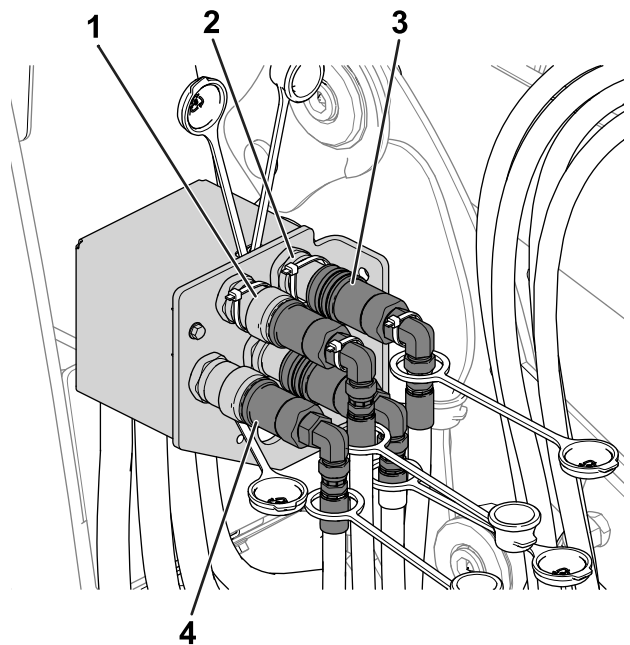

Figura 50
7. Realice los pasos siguientes para desconectar los acoplamientos hidráulicos (Figura 50):